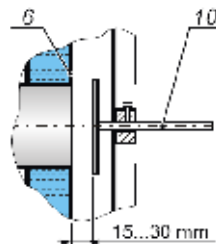
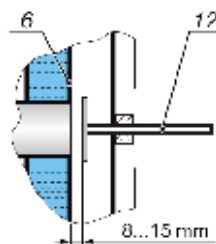

Рис. 1b Заслонка регулировки первичного воздуха
Рис. 1c Заслонка регулировки вторичного воздуха
В задней части котла находится заслонка(11) регулирования подачи воздуха. Шток заслонки (10) подачи первичного воздуха, также шток заслонки (12) подачи вторичного воздуха. Для подачи первичного воздуха заслонку нужно отодвинуть на 15-30 мм от закрытого положения и закрепить шток винтом (см. рис. рис. 1b). Аналогично устанавливаем и подачу вторичного воздуха (см. рис. рис. 1c)